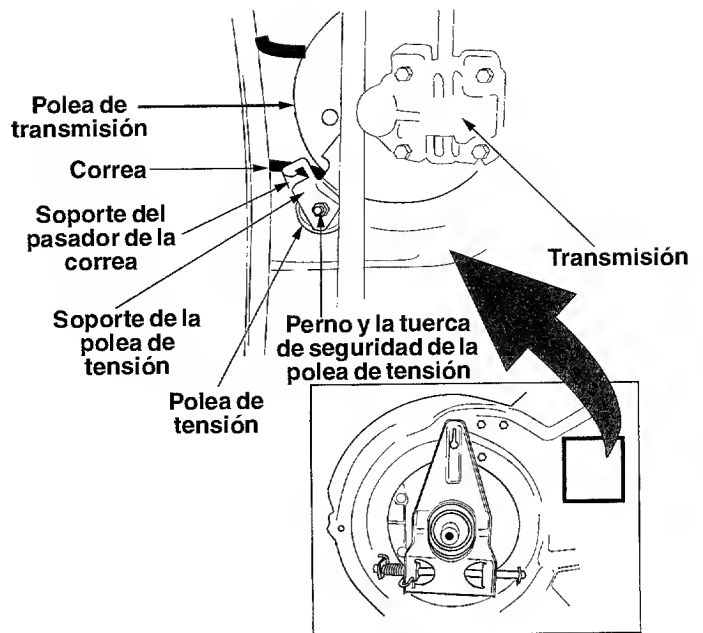

Figura 22
- Incline la transmisión hacia adelante y afloje 1/2 vuelta el perno y la tuerca de seguridad de la polea de tensión usando dos llaves de 7/16". Refiérase a la Figura 22 para la ubicación del perno y de la tuerca de seguridad de la polea de tensión.
- Alimente la correa nueva sobre la polea de transmisión, arranque la polea en la ranura de la polea y gire esta última hasta que la correa esté asentada en la polea de transmisión. Vea el recuadro de la Figura 22.
- Coloque la correa entre la polea de tensión y el soporte del pasador de la correa. Vea la Figura 22.